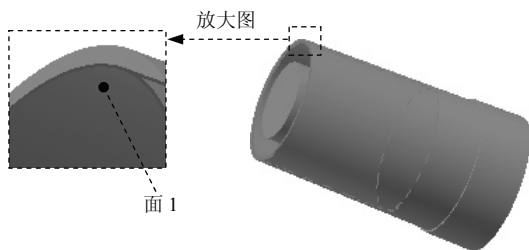
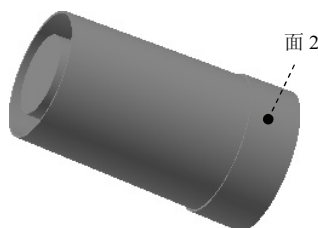

图 8.11 拉伸起始面
图 8.12 拉伸终止面
(3) 定义拉伸属性。单击**草图**选项卡**返回到三维**区域中的按钮，在“拉伸”对话框**范围**区域中的下拉列表中选择**介于两面之间**选项，选取图 8.11 所示的面 1 为起始面，选取图 8.12 所示面 2 为终止面。